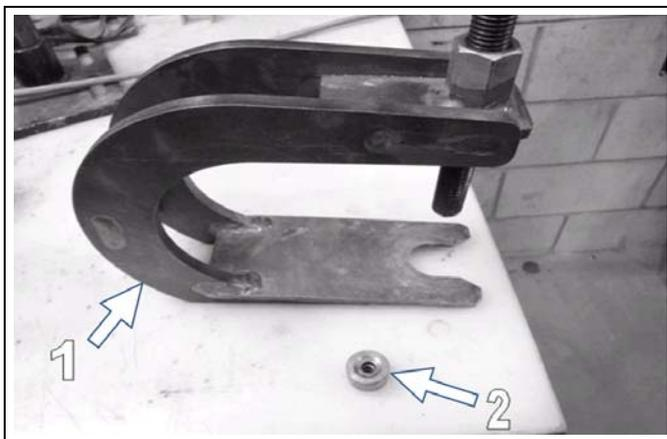

Figure 26
Utiliser l'extracteur Camoplast # 2000-00-1050 (article 1, Figure 26), ainsi que la procédure suivante pour effectuer le remplacement:
- S'il n'y a pas de boulon utilisez la bague d'enlignement (article 2, Figure 26) pour positionner l'extracteur.